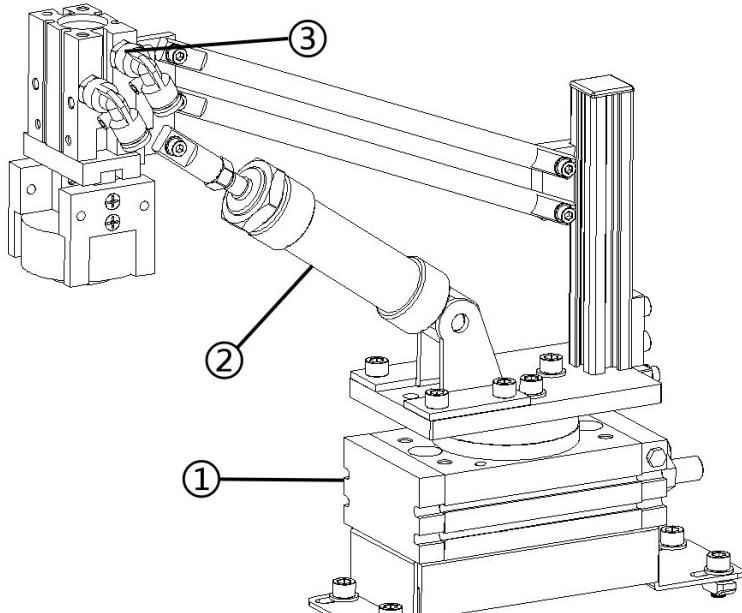

图 1.9 三号台—机械手结构
如图 1.9 所示为三号台的机械手结构①是旋转气缸控制气缸连接的机构整体旋转，②是一个双向气缸控制通过一个连杆机构控制机械手向上向下运动，③是一个单向气缸控制机械手抓爪抓紧物料。